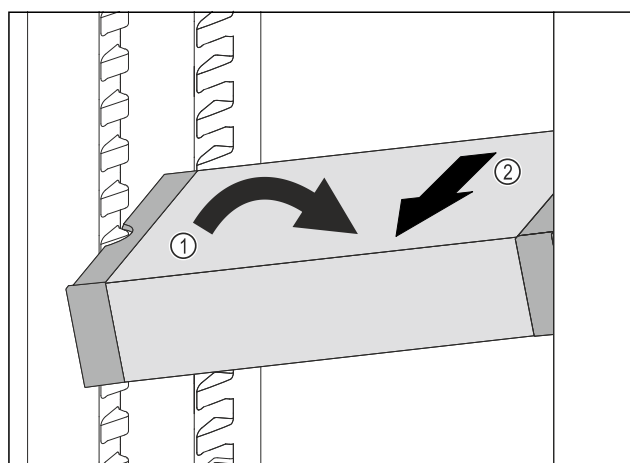

Fig. 88
- ▶ VarioSafe ustawić w chłodziarce pod skosem. Fig. 88 (1)
- ▶ VarioSafe wyjąć do przodu. Fig. 88 (2)